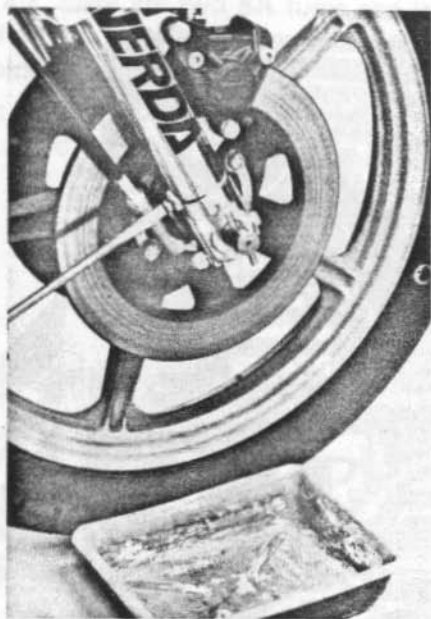

Fig. 48
- 2) Svitare la vite posta all'estremità inferiore di ogni scorrevole e lasciare scolare bene l'olio in una vaschetta posta a terra. Fare attenzione a non imbrattare i dischi freno (Fig. 48).
- 2) Unscrew the drain plugs at the bottom of each fork leg and thoroughly drain out the oil. The fork oil should not be allowed to contact the brake disc during this operation (Fig. 48)!